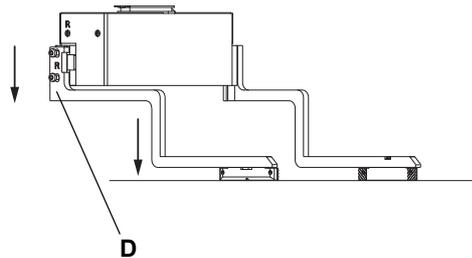

Fig. 5-6 Installation/retrait des doigts préhenseurs
- 3 Connecter le tube de lavage (A) et le tube d'évacuation (B) aux raccords correspondants de l'unité de lavage et du bloc de lavage (respecter l'étiquetage des tubes, D).
- Consulter également Fig. 5-8, Fig. 5-6.